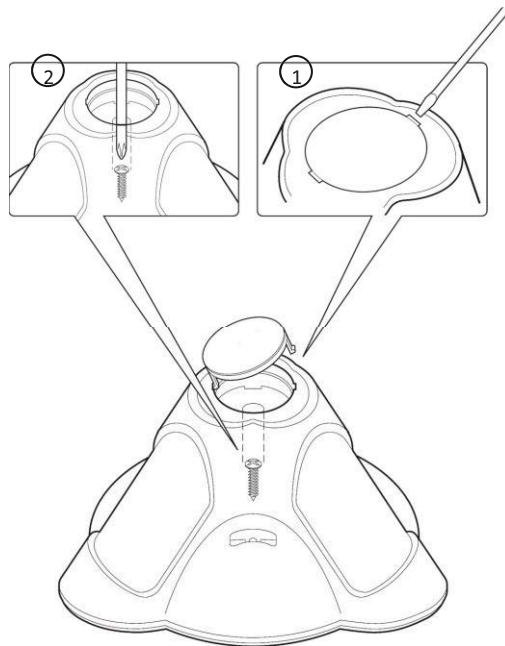

FIGURE 1
Pour ouvrir le détecteur (Figure 1), retirer le couvercle en insérant un tournevis (1) dans l'encoche entre le capuchon de protection du détecteur et le couvercle. Le couvercle restera lié à la base du détecteur.